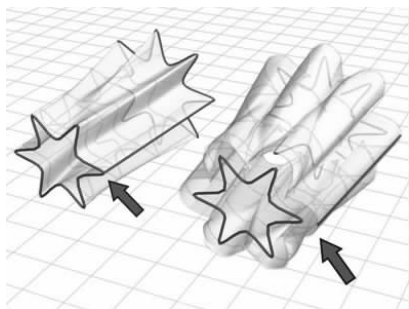

图 5-78 创建单轨扫描 ▲
- (创建单轨扫描): 一个单轨扫描曲面至少使用两条曲线, 一条“轨道”曲线定义曲面的边, 另一条曲线定义曲面的横截面。创建单轨扫描与放样建模类似, 如图 5-78 所示。